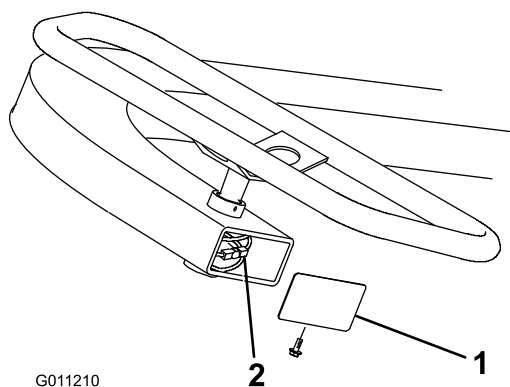

Figura 49
2. Si ya no queda rosca libre en el extremo del cable, cambie los cables. Si es necesario, revise la polea y el cable de dirección que se encuentran debajo del volante, retirando la cubierta del extremo de la columna de dirección (Figura 49).